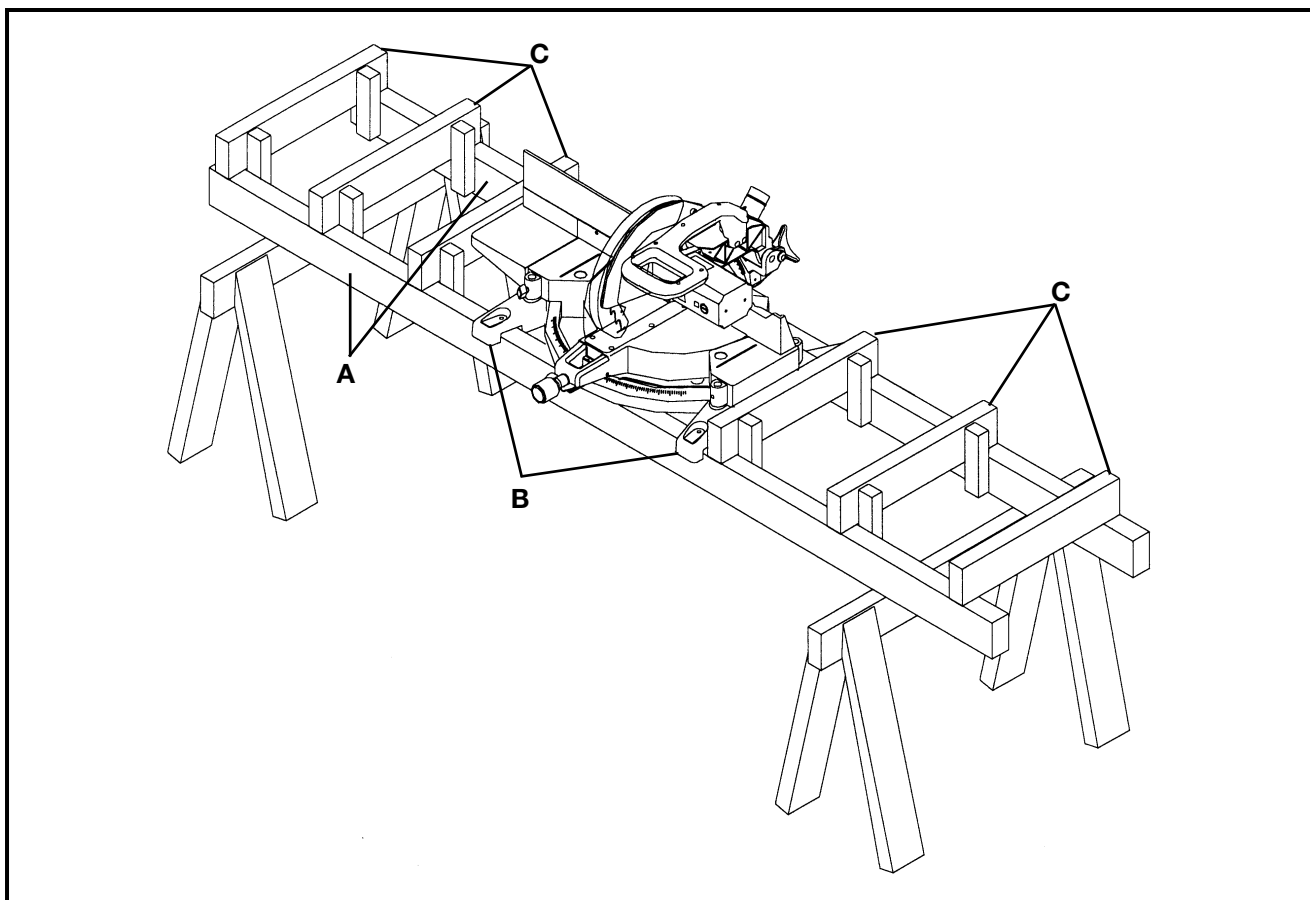

Fig. 41
L'une des caractéristiques uniques de la scie à onglets est la facilité avec laquelle vous pouvez construire des soutiens. La figure 41 illustre la scie à onglets montée sur des 2 x 4 standard (A). Fixez les entailles des pieds de fixation (B) aux 2 x 4 à l'aide de quatre vis passant par le trou de chacun des pieds de fixation. La longueur des 2 x 4 (A) peut varier selon votre préférence. La distance du dessus des 2 x 4 (A) à la table de la scie à onglets composés est de 3-1/4 po. Ceci vous permet de fixer des 2 x 4 standard (C) au dessus des 2 x 4 (A). Le dessus des 2 x 4 (C) sera alors à la même hauteur que la table de la scie à onglets; au besoin, de légers ajustements peuvent être facilement réalisés selon la hauteur de vos 2 x 4. Cette méthode vous permet d'obtenir un support pour les pièces longues, et ce, en utilisant des 2 x 4 standard au lieu d'avoir à construire un soutien compliqué et dispendieux.